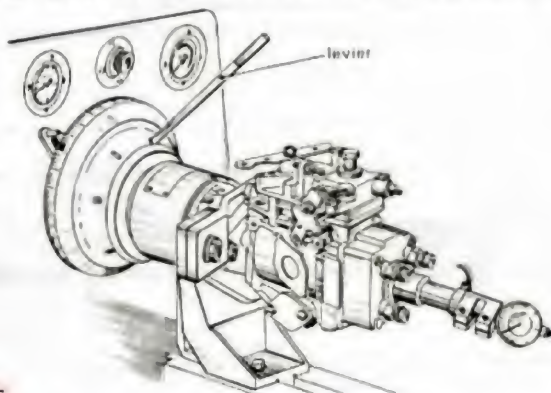

Fig. 34.
- Visser le dispositif de mesure au centre du bouchon 3 pans de la tête hydraulique, en donnant une tension préalable de 5 mm au comparateur (1), puis régler le point « 0 », le piston distributeur se trouvant au P.M.B.
- Mettre en place la pompe sur le banc d'essais à l'aide d'un support approprié (fig. 34).